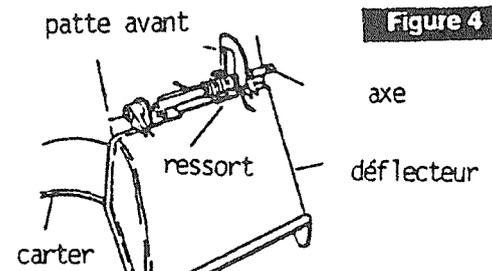

Figure 4
• Montage du déflecteur de tondeuse (fig.4)